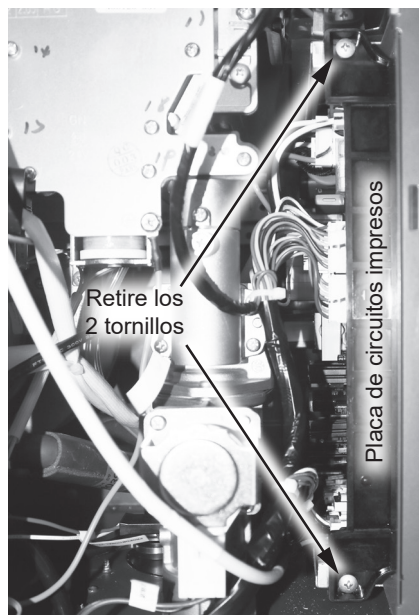

Figura 100 - Retiro de los tornillos de la PCI
- 18** Ubique la placa de circuitos impresos (PCI) en el lado derecho del calentador de agua. Use un destornillador Phillips para retirar los dos tornillos que fijan la PCI. Deje los tornillos a un lado en un lugar seguro para volver a instalarlos. Consulte la Figura 100.